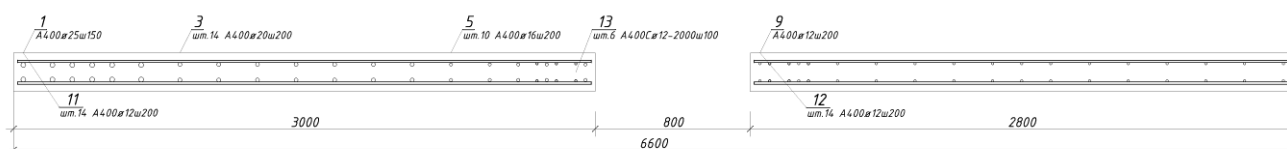

Рис.8.31. Разрез диафрагмы ДЖ_2 с маркировкой
- Промаркируйте остальные зоны армирования на разрезе (рис.8.31).